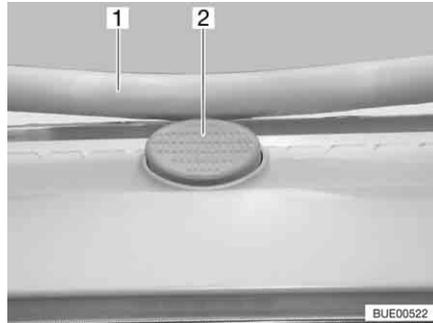

Fig. 18 Bouton de sûreté sur le lanterneau basculant
- Appuyer sur le bouton de sécurité (Fig. 18,2) et tirer l'étrier (Fig. 18,1) vers le bas avec les deux mains.
- Pousser l'étrier vers le haut avec les deux mains jusqu'à ce que ce dernier se trouve au-dessus du bouton de sûreté (Fig. 18,2).